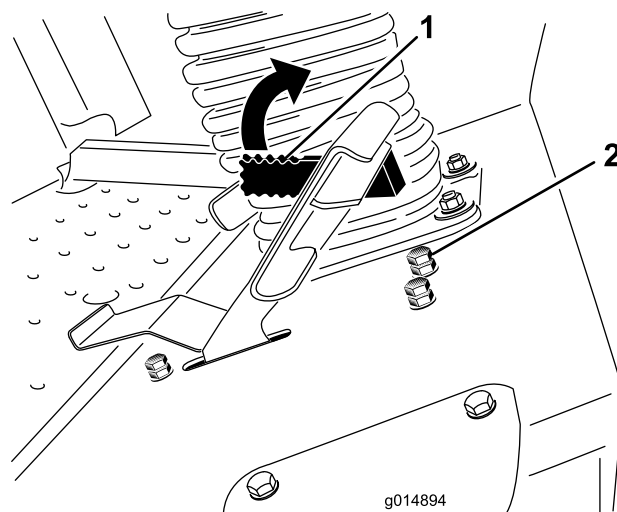

Figura 52
- Afije la contratuerca del perno de tope del limitador de velocidad (Figura 52).
La palanca del limitador de velocidad (Figura 52) puede moverse hacia adelante para limitar la velocidad de tracción durante el uso.